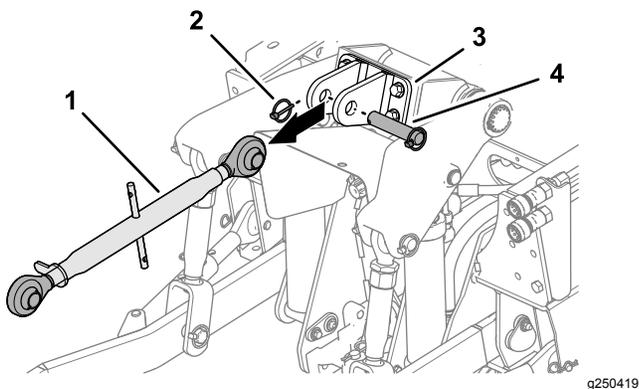

Figura 10
3. Se instalado, retire o pino de sujeição, o passador de forquilha e a ligação de 3 pontos superior do suporte da ligação superior (Figura 10).